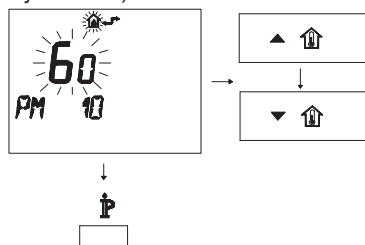

Рисунок 5.75
- Измените заданное значение при помощи кнопок   или   и подождите, пока заданная цифра не начнет мигать (Рисунок 5.75).